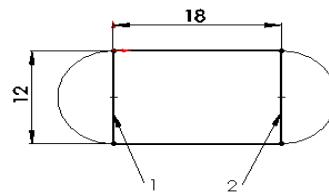
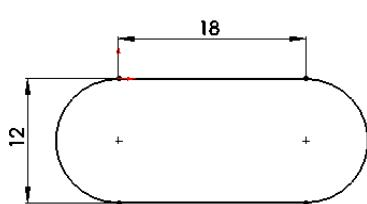

图 3-138 绘制的草图
图 3-139 剪裁的草图
**06** 绘制草图。在菜单栏中选择“工具”→“草图绘制实体”→“三点圆弧”命令，以矩形左边直线的端点为起点和终点绘制半径为6的圆弧；以矩形右边直线的端点为起点和终点绘制半径为6的圆弧，结果如图3-138所示。
**07** 剪裁草图。单击“草图”工具栏中的“剪裁实体”图标按钮~~剪~~，剪裁图3-138中的直线1和直线2，结果如图3-139所示。